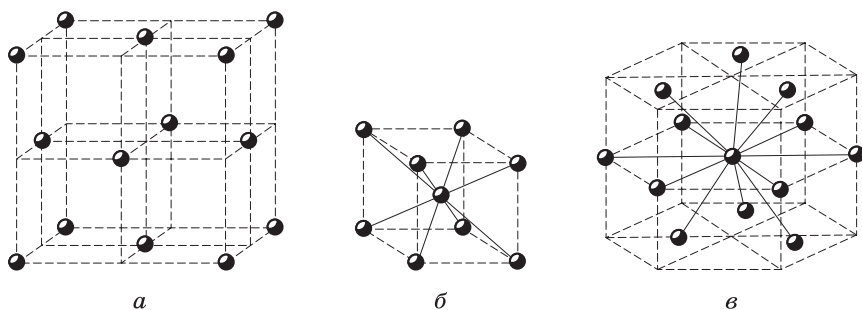

Рис. 7.1. Модели кристаллических решеток металлов:
1. Атомы металлов образуют разные типы (формы) кристаллических решеток (рис. 7.1):